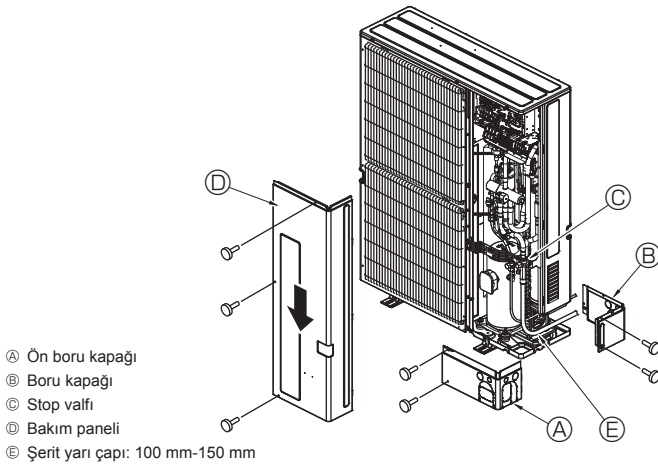

Fig. 4-10
4.3. Soğutucu boruları (Fig. 4-10)